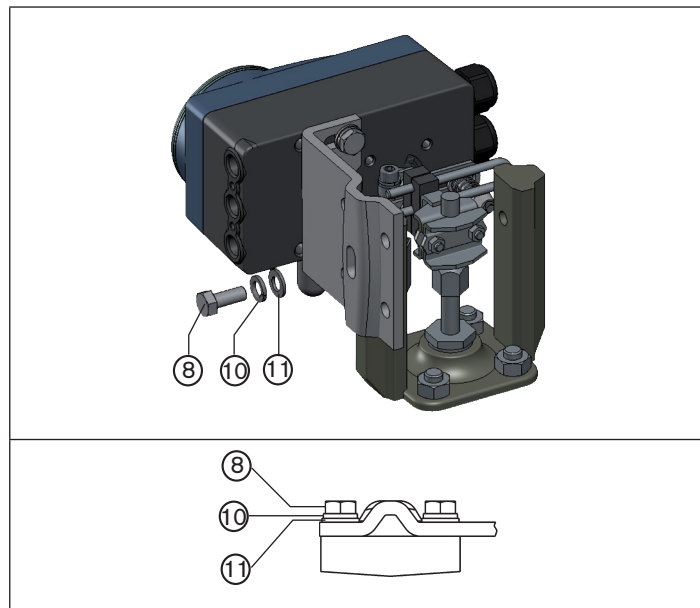

Imagen 10: Fijación de posicionador con escuadra de montaje en actuadores con bastidor
→ Fije la escuadra de montaje al bastidor con uno o más tornillos de cabeza hexagonal ⑧, arandelas ⑪ y arandelas elásticas ⑩ (ver «Imagen 10»).